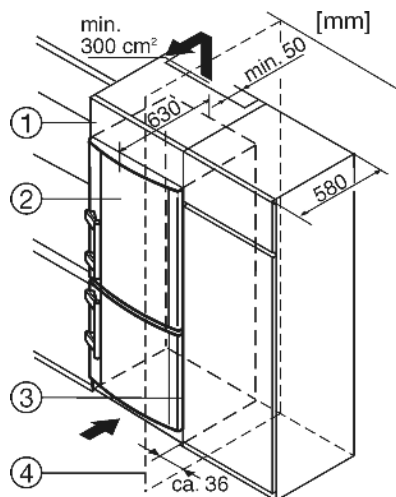

Fig. 10
(1) Élément haut
(2) Appareil
(3) Placard de cuisine
(4) Mur
L'appareil peut être entouré de meubles de cuisine. Pour adapter l'appareil *Fig. 10 (2)* à la hauteur des placards de la cuisine intégrée, on peut placer un élément haut *Fig. 10 (1)* au-dessus de l'appareil.
Lors de la transformation avec des placards de cuisine normalisés (profond. max. 580 mm) l'appareil peut être placé directement à côté du placard *Fig. 10 (3)*. La porte de l'appareil saillit latéralement de 34 mm et au milieu de l'appareil de 50 mm par rapport à la face avant du placard de cuisine. Ainsi, elle se laisse ouvrir et fermer sans problèmes.
Si l'appareil est installé avec les charnières à côté d'un mur *Fig. 10 (4)*, la distance entre l'appareil et le mur doit être de 36 mm min. Ceci correspond à la saillie de la poignée lorsque la porte est ouverte.